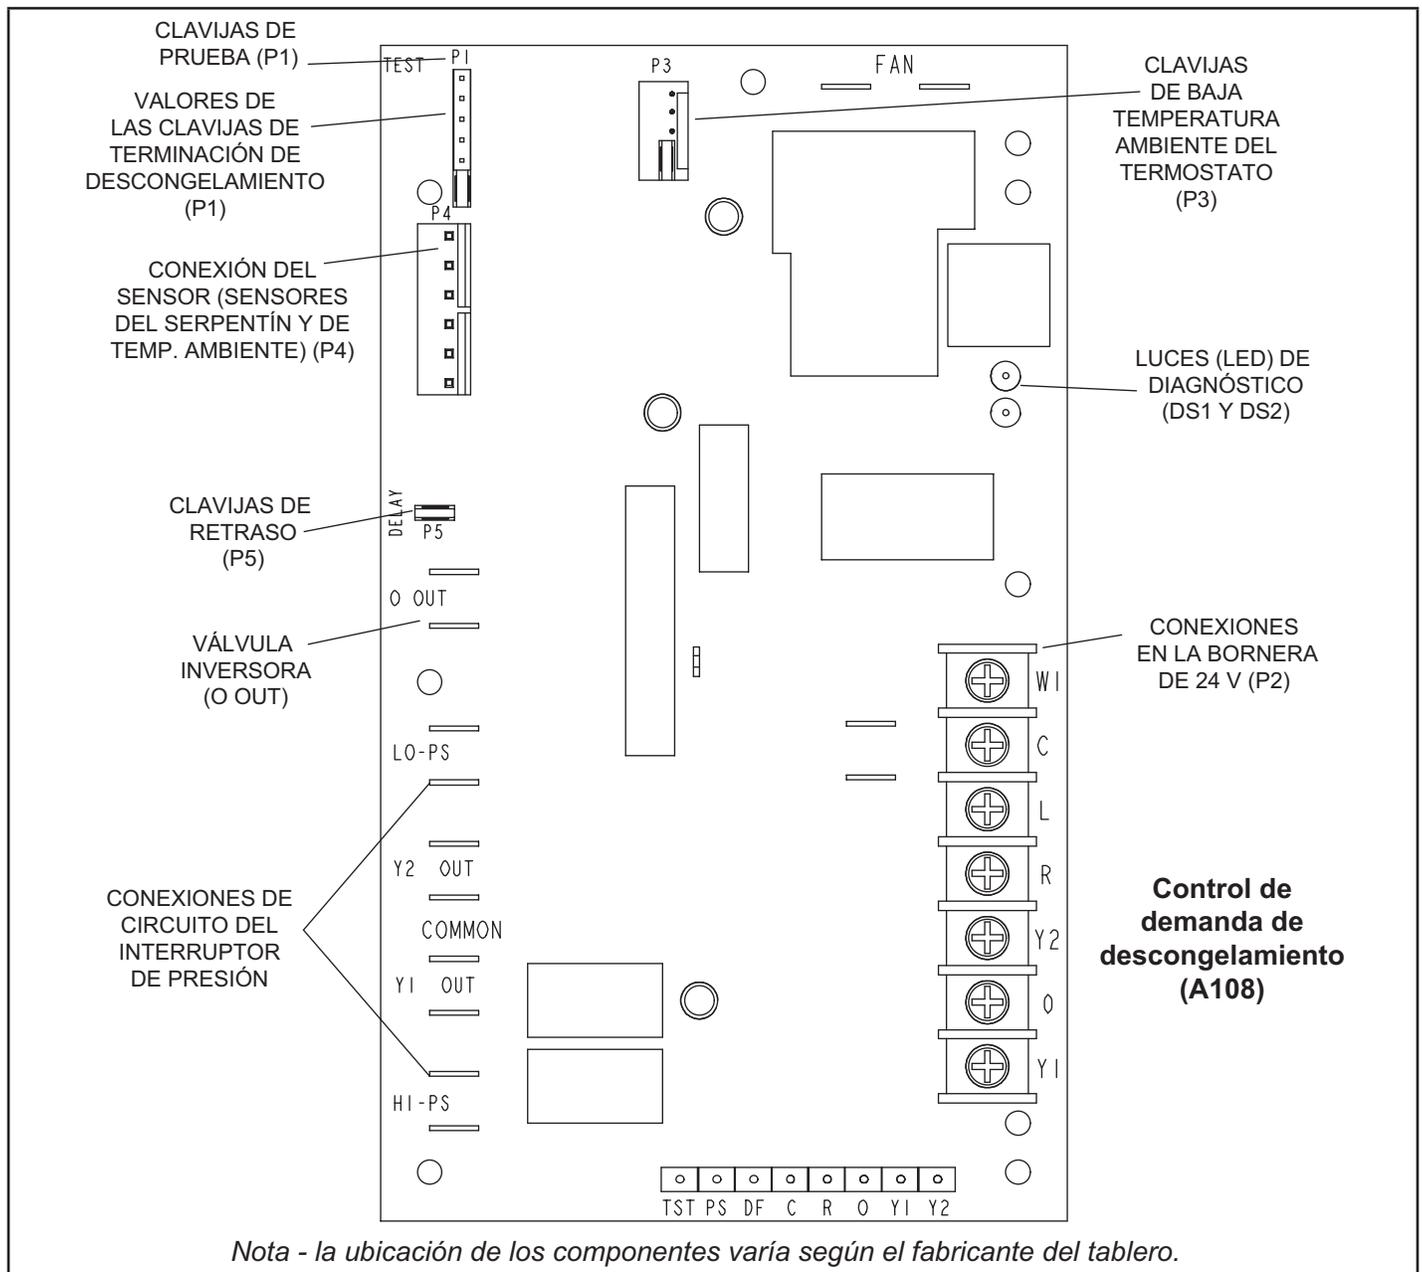

FIGURA 15
El control de demanda de descongelamiento mide las diferencias de temperatura para detectar cuando el rendimiento del sistema es deficiente debido a la acumulación de hielo en el serpentín exterior. El control se *autocalibra* cuando el sistema de descongelamiento se pone en marcha y después de cada ciclo de descongelamiento del sistema. Los componentes del control de demanda de descongelamiento se muestran en la Figura 15.
- Las conexiones del control de demanda de descongelamiento, puentes y ubicaciones de los LED se muestran en la Figura 15.